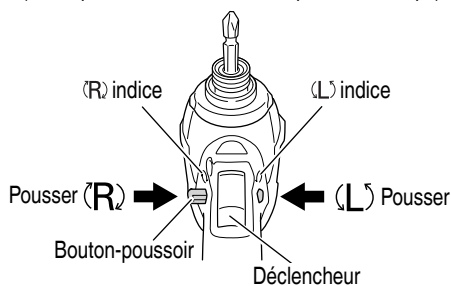

Fig. 10
La mèche tourne dans le sens horaire (vu de l'arrière) quand on appuie sur le côté R du bouton-poussoir. En appuyant sur le côté L du bouton-poussoir, la mèche tourne dans le sens anti-horaire. (Voir Fig. 10). (Les repères (L) et (R) sont marqués sur le corps).